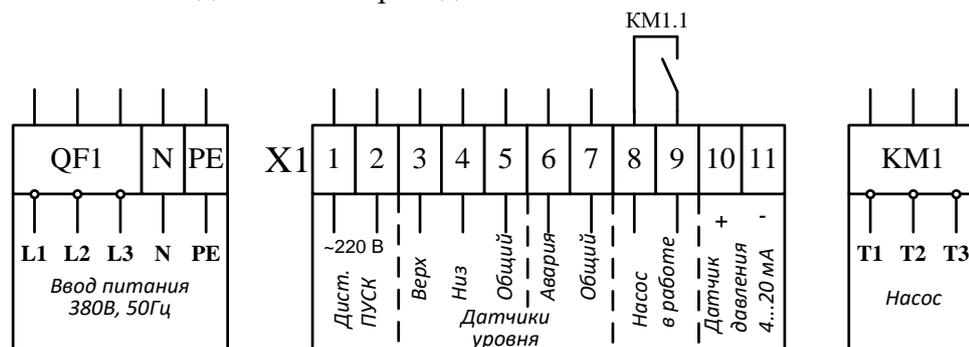

Рис.4 Схема подключения СУ-ЗН.
3.2.6. Схема внешних подключений приведена на Рис. 4.